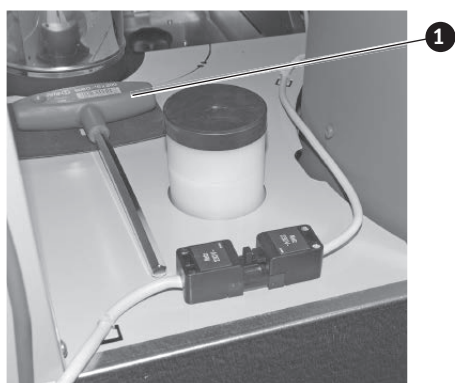

Fig. 8 Clé pour vis à six pans creux 1
- ▶ Retirer la clé pour vis à six pans de la paroi arrière, au niveau du manchon de remplissage du réservoir d'eau – Fig. 8.